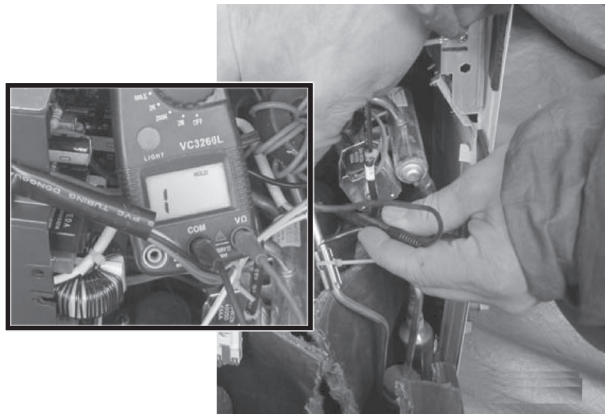

图 5-64 U、W 线间电阻为 1Ω
8) 2min 后再将压缩机 U、V 线调正, 试机仍不能起动。因是新空调器, 压缩机不容易卡缸, 于是断电。用万用表电阻档测量压缩机 U、V、W 线之间的阻值, 结果 U、W 线间为 1Ω , 如图 5-64 所示。